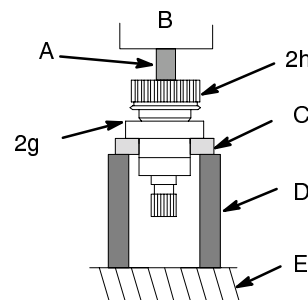

Fig. 14
4. **A l'aide d'une presse hydraulique**, après avoir placé les morceaux de barres d'acier sur la bague de roulement intérieure du gros palier (2g), faire passer l'arbre à travers le moyeu et le palier. Voir Fig. 14.